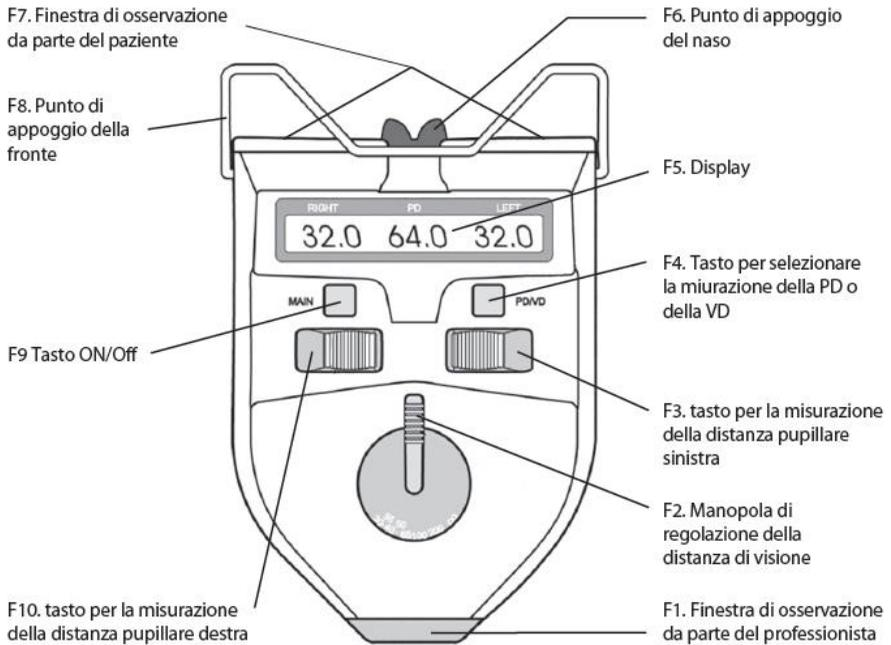

Fig.1
Principio di funzionamento: il pupillometro sfrutta il principio di formazione dell'immagine della lente ottica. Attraverso l'oculare di osservazione, l'esaminatore osserva il punto luminoso di riflessione sulla pupilla del soggetto esaminato (Fig.1) mentre sposta i tasti di misurazione sinistro e destro. Questi tasti dovranno coincidere con i punti luminosi di riflessione della pupilla destra e sinistra in modo che i dati visualizzati sul display rappresentano la distanza interpupillare misurata.
e. Per misurare la distanza pupillare a diverse distanze ottiche, ruotare la manopola della distanza ottica (come mostrato in Fig.1 NO.2) sulle distanze ottiche desiderate e quindi effettuare la misurazione. Questo dispositivo imposta diversi valori di distanza ottica, quali 30 cm, 35 cm, 40 cm, 50 cm, 65 cm, 1 m, 2 m e ∞ .